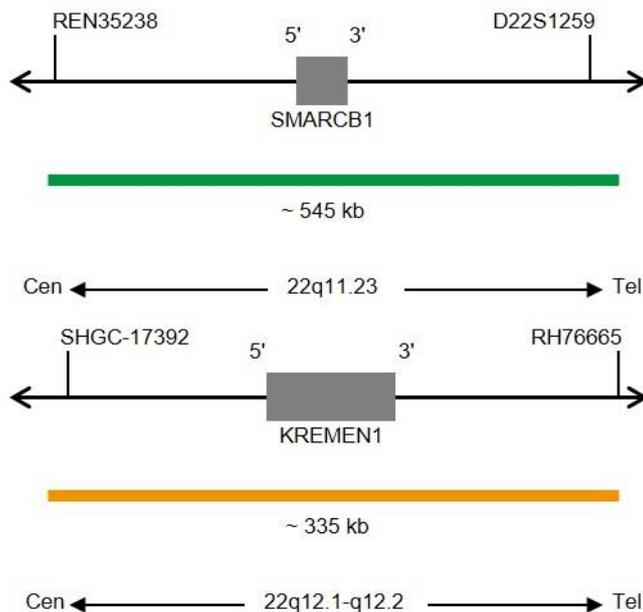

Fig. 1: Cima: SPEC SMARCB1 Mapa da sonda; Baixo: SPEC 22q12 Mapa da sonda (sem escala)
- Polinucleótidos (~10 ng/μl) com marcação ZyGreen (excitação 503 nm/emissão 528 nm), dirigidos ao mapeamento de sequências alvo em 22q11.23* (chr22:23,887,951-24,431,064) contendo o gene SMARCB1 (ver Fig. 1).
- Polinucleótidos (~4.5 ng/μl) com marcação ZyOrange (excitação 547 nm/emissão 572 nm), dirigidos ao mapeamento de sequências alvo em 22q12.1-22q12.2* (chr22:29,340,078-29,673,440) (ver Fig. 1).